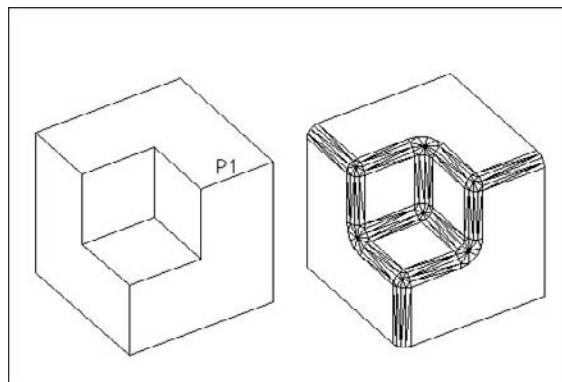

Fig.20.25
- 1 Exécutez la commande de définition d'un raccord à l'aide de l'une des méthodes suivantes (fig.20.25) :